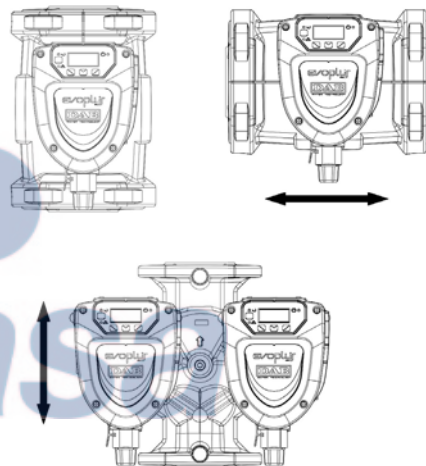

Figura 1: Poziția de montare
**Montați mereu circulatorul EVOPLUS SMALL cu arborele motor în poziție orizontală. Montați dispozitivul de control electronic în poziție verticală (a se vedea Figura 1)**